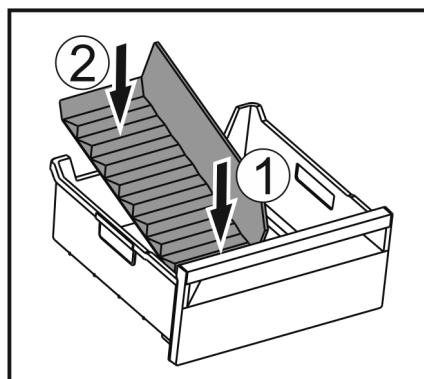

Fig. 244
- Futni brenda pjesën e përparme të ndarësit të sirtarit të akullit. Fig. 244 (1)
- Ulni poshtë pjesën e pasme të ndarësit të sirtarit të akullit deri në bazamentin e sirtarit. Fig. 244 (2)